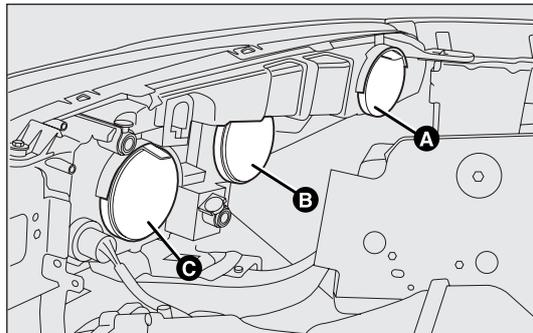
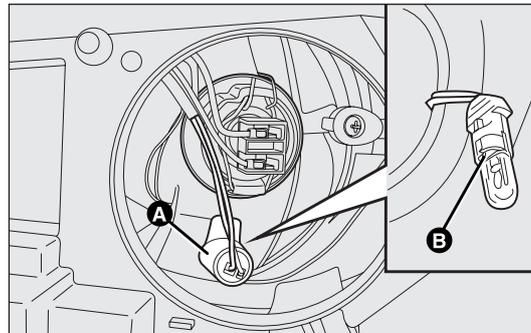

fig. 150
fig. 151
GRUPPI OTTICI ANTERIORI fig. 150
- rimuovere il coperchio di protezione B-fig. 150;
- ruotare in senso antiorario il portalampana A-fig. 151 e sfilarlo;
- rimontare la nuova lampada, inserire nuovamente il portalampana A-fig. 151 quindi rimontare correttamente il coperchio di protezione B-fig. 150.
- rimontare correttamente il coperchio di protezione B-fig. 150.
- rimuovere il coperchio di protezione A-fig. 150;
- rimontare il coperchio di protezione A-fig. 150.
- rimuovere il coperchio di protezione C-fig. 150;
- rimontare correttamente il coperchio di protezione C-fig. 150.
- rimontare il coperchio di protezione C-fig. 150.